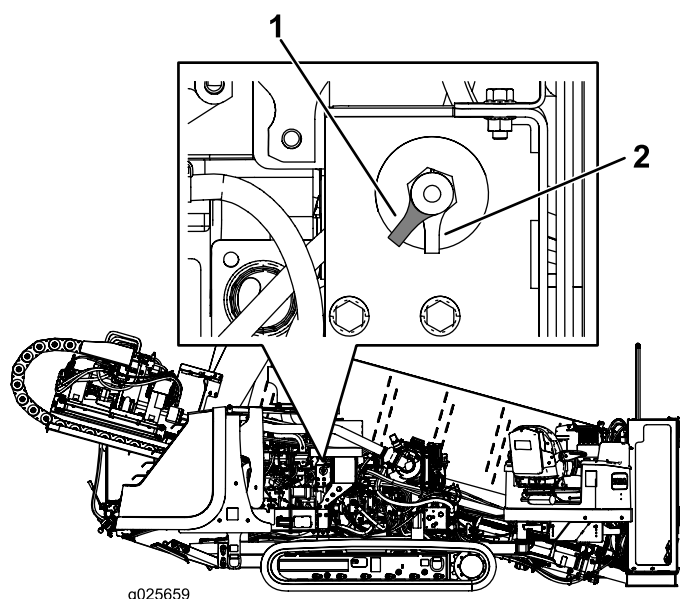

Рисунок 50
- Чтобы подать электропитание на машину, поверните переключатель отсоединения аккумулятора по часовой стрелке в положение «Вкл.» (Рисунок 50).
- Чтобы отсоединить электропитание от машины, поверните переключатель отсоединения аккумулятора против часовой стрелки в положение «Выкл.» (Рисунок 50).